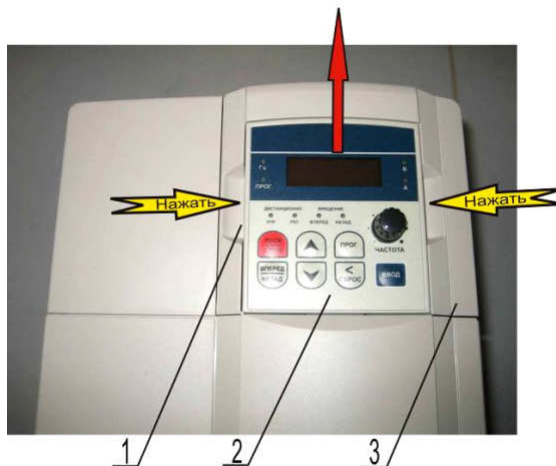

Рисунок 6.1
6.1.1 Установить ПЧ на рабочий стол. Снять пульт 2, нажав на фиксаторы 1 (рисунок 6.1). Положить пульт в тару.